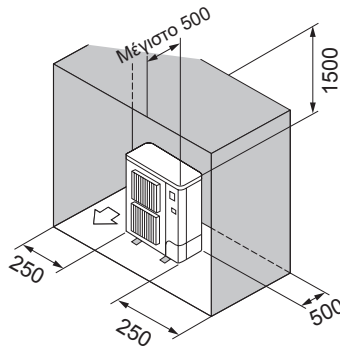

Fig. 2-12
- ⑥ Εμπόδια στην πίσω, στις δύο πλαϊνές και στην επάνω πλευρά μόνο (Fig. 2-12)